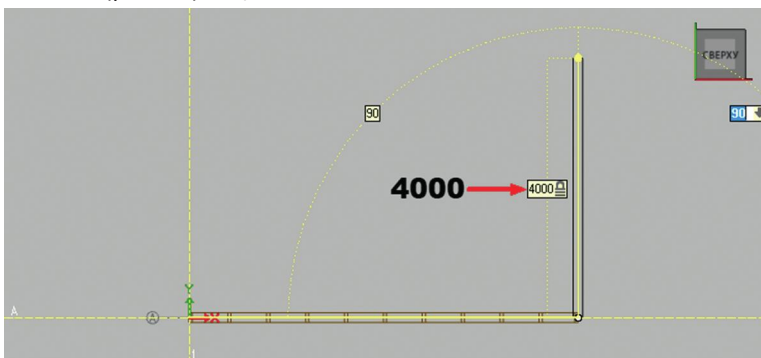

рис. 14
- поведите курсор вверх и в окошке резинки задайте длину стены, равную **4000** мм, нажмите **Tab** (рис. 14) и щелкните левой кнопкой мыши.